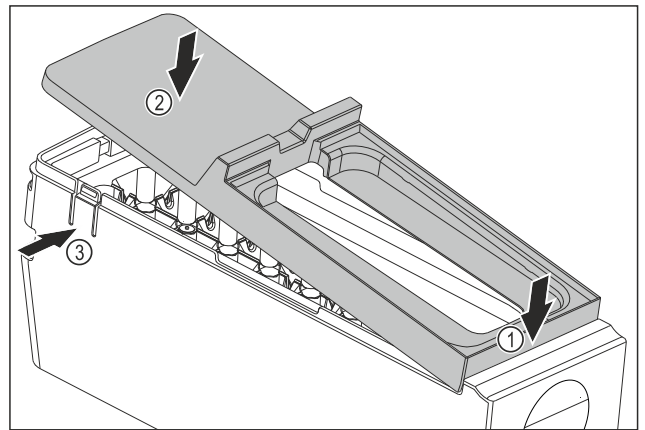

Fig. 124
- ▶ Szerelje fel az EasyTwist-Ice egység testének fedelét: Tegye fel előre a fedelet. Fig. 124 (1)
- ▶ Süllyessze le hátul a fedelet. Fig. 124 (2)
- ▶ A fedél hallhatóan bepattan mindkét fülbe Fig. 124 (3).